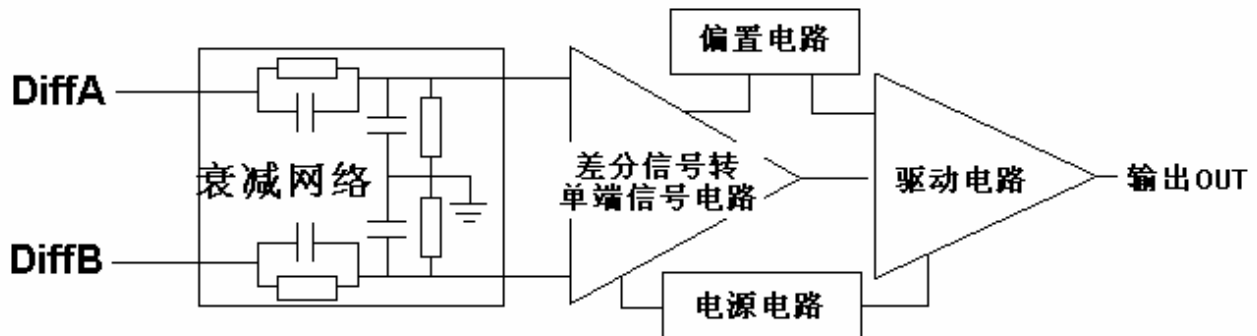

图6 差分探头常见原理框图
**带宽 (通用)：**所有探头都有带宽。探头的带宽是指探头响应导致输出幅度下降到70.7% (-3 dB)的频率，如图6所示。在选择示波器和示波器探头时，要认识到带宽在许多方面影响着测量精度。在幅度测量中，随着正弦波频率接近带宽极限，正弦波的幅度会变得日益衰减。在带宽极限上，正弦波的幅度会作为实际幅度的70.7%进行测量。因此，为实现最大的幅度测量精度，必需选择带宽比计划测量的最高频率波形高几倍的示波器和探头。这同样适用于测量波形上升时间和下降时间。波形转换沿(如脉冲和方形波边沿)是由高频成分组成的。带宽极限使这些高频成分发生衰减，导致显示的转换慢于实际转换速度。为精确地测量上升时间和下降时间，使用的测量系统必需使用拥有充足的带宽，可以保持构成波形上升时间和下降时间的高频率成份。最常见的情况下，使用测量系统的上升时间时，系统的上升时间一般应该比要测量的上升时间快4-5倍。在开关电源领域，一般50MHz的带宽就基本够用了。